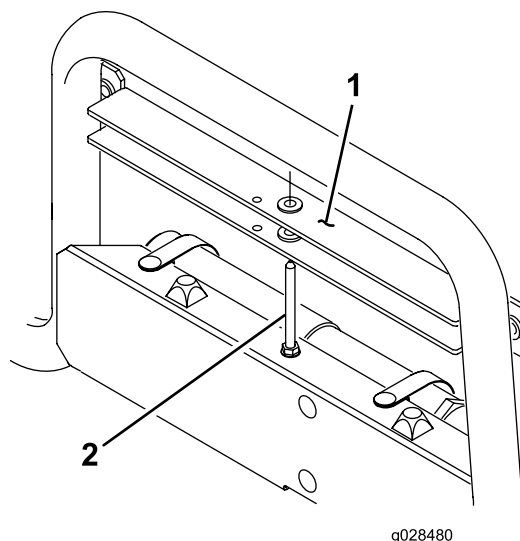

Figure 6
2. Sortez la béquille de sécurité du goujon de rangement au sommet du profilé de support du dossier sur le véhicule (Figure 6).